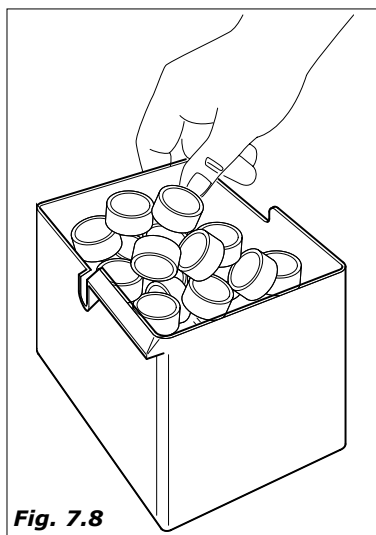

Fig. 7.8
- sacar el cubo de los posos de café, (versiones de café en grano) (Fig.7.8)